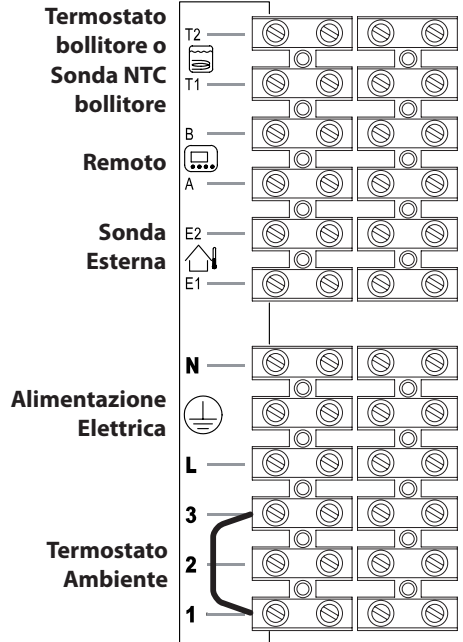
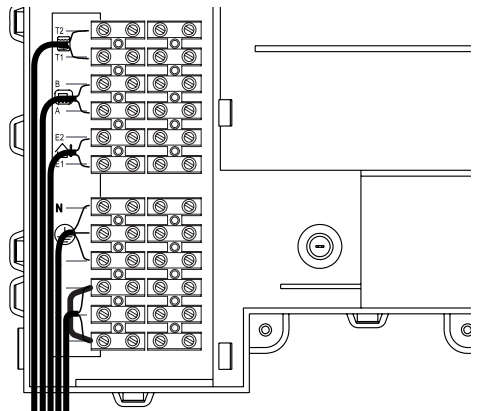

Figura 5.21
Figura 5.22
- Collegare il cavo di alimentazione elettrica proveniente dall'interruttore onnipolare alla morsetteria di alimentazione elettrica della caldaia (Figura 5.21) rispettando la corrispondenza della linea (filo marrone) e del neutro (filo azzurro).
Il percorso del cavo o dei fili di alimentazione elettrica della caldaia e del termostato ambiente devono seguire il percorso indicato in Figura 5.22.
Per il collegamento di un termostato ambiente servirsi dei morsetti indicati in Figura 5.21.
Per il collegamento di valvole di zona servirsi dei morsetti termostato ambiente indicati in Figura 5.21 e Figura 5.22. I conduttori elettrici dei contatti del micro della valvola di zona vanno inseriti nei morsetti "1 e 3" della morsettiera termostato ambiente come in Figura 5.22.